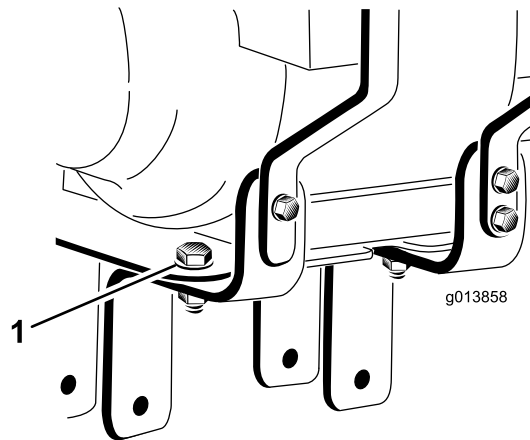

図 3
3. エンジン取り付けブラケットをエンジン取り付けプレートに固定しているボルト2本をゆるめる取り外さないこと 図 3。